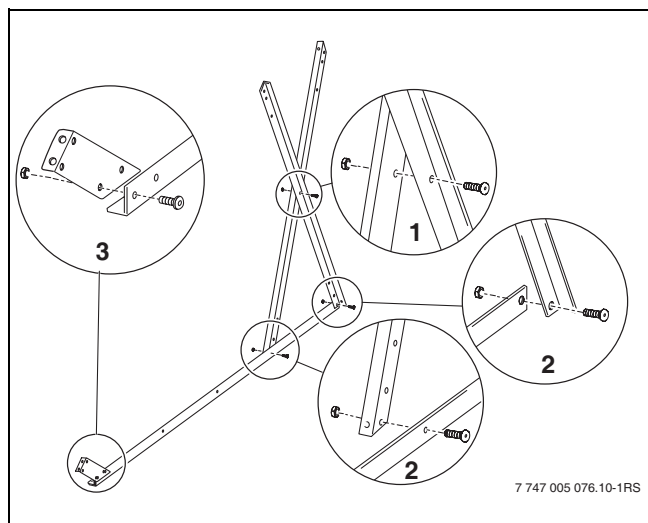

Fig. 10 Visser le rail en bas avec le rail de support-ballon
- Assembler par vis deux rails de support-ballon en croix (fig. 10, [1]) au milieu puis les monter sur le rail en bas [2] de manière à ce que la surface au sol soit orientée vers l'intérieur.
- Visser l'appui inférieur (fig. 10, [3]) au bout du rail en bas.